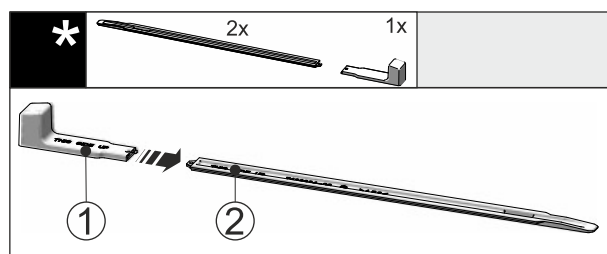

Fig. 44
- Insérer la poignée de montage Fig. 44 (1) dans le rail de nivellement Fig. 44 (2).